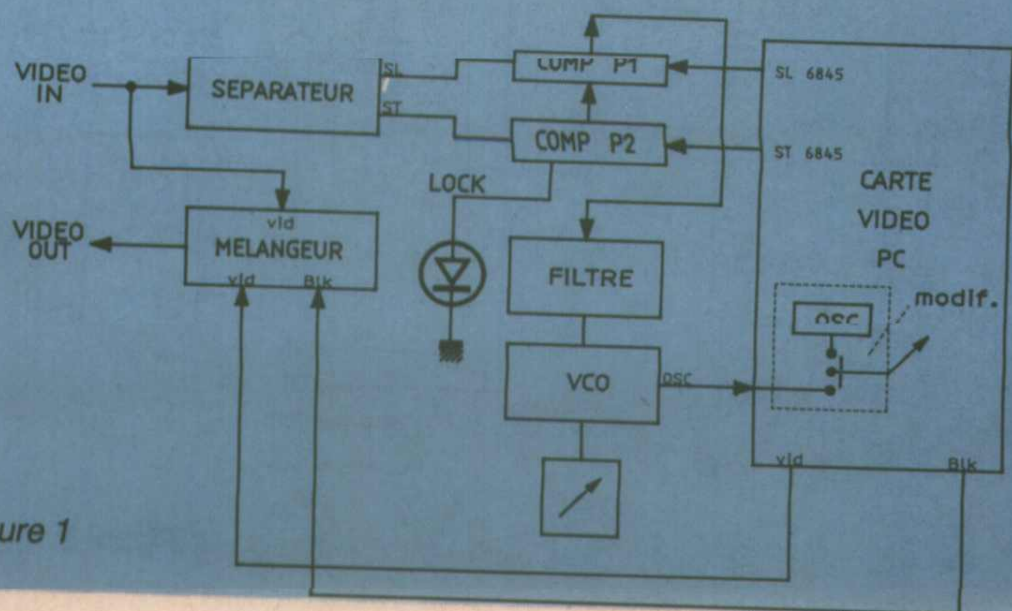

Figure 1
Pour mélanger deux signaux vidéo, il est nécessaire que ceux-ci soient synchronisés, ce montage permet de satisfaire cette condition. Le synoptique du montage est donné à la figure 1, le signal vidéo extérieur est appliqué à un module qui sépare la synchro ligne (SL) et la synchro trame (ST), deux comparateurs de phase analysent la différence